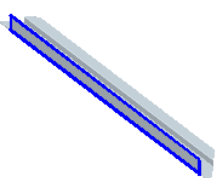
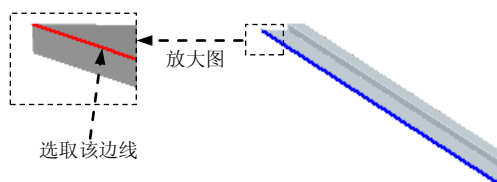

图 8.13.11 弯边特征 1
图 8.13.12 定义附着边
(4) 单击  按钮，完成特征的创建。
Step4. 创建图 8.13.11 所示的弯边特征 1。
(1) 选择命令。单击“主页”功能选项卡“钣金”工具栏中的“弯边”按钮。
(2) 定义附着边。选取图 8.13.12 所示的模型边线为附着边。
(3) 定义弯边类型。在命令条中单击“从两端”按钮；在“距离”文本框中输入值 45，在“角度”文本框中输入值 90，单击“外部尺寸标注”按钮和“材料内侧”按钮；调整
弯边侧方向向上,如图 8.13.11 所示。